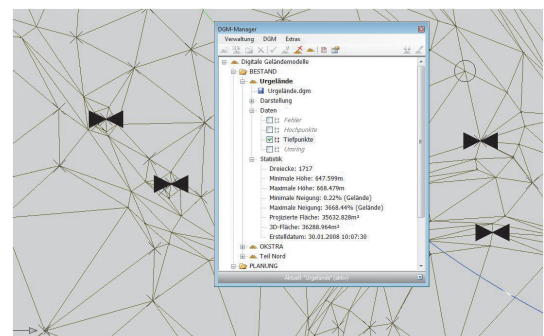

Abb. 3: DGM-Manager – Daten und Statistik
*Abbildung 3* eröffnet einen Blick auf die Details des **aktuellen Modells**. Neben der Statistik als Information in Textform können die Fehler-, Hoch- und Tiefpunkte sowie der Umring in der Grafik visualisiert und kontrolliert werden.